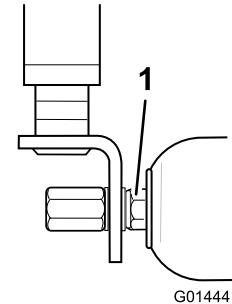

图 16
2. 如果有过度移动小心用扳手拧紧滚筒两端的螺母紧度以不再出现任何摆动为止图 16。